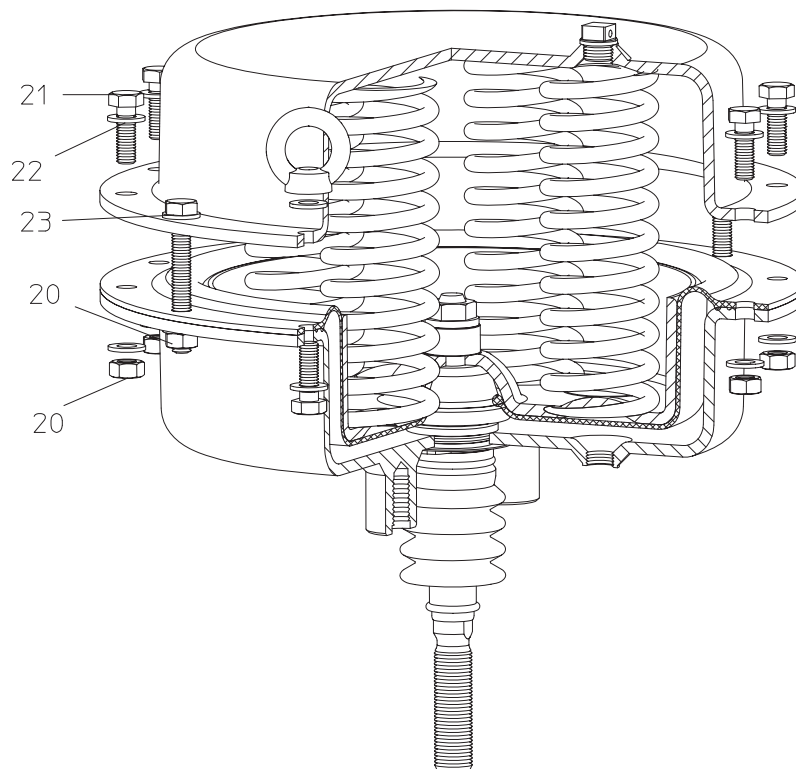

Bild 20
- Bei Antrieben mit verstärkter Federvorspannung (siehe Bild 20) sind bei den Größen DP30 / DP32 und DP33 zwei und bei DP34 vier längere Schrauben (Pos. 23) vorhanden. Die Schrauben zuletzt gleichmäßig lösen, um so die Federvorspannung abzubauen